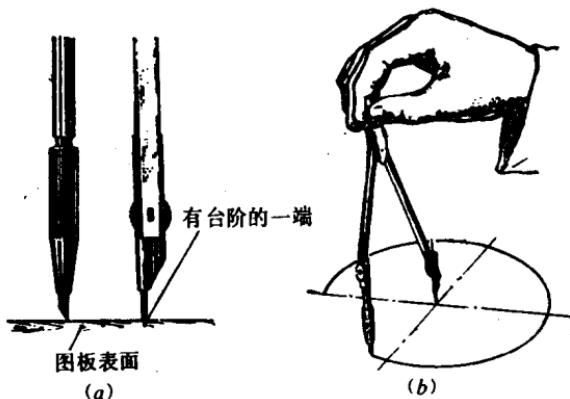

图 1-8 圆规的用法
(9) 圆规：是画圆或圆弧的工具。它有两股，上端铰接，下端可随意分开或合拢，以调整所绘圆弧半径的大小。使用时，调节两股距离使之等于半径，用左手食指将钢针尖导入圆心位置，针尖与墨笔插脚都要垂直于纸面，顺时针方向旋转一次画成，如图1-8所示。